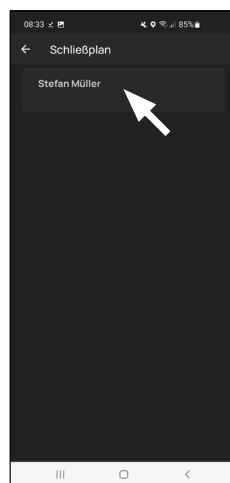

Abb. 2
- 3 Tippen Sie auf Ihren Benutzernamen, bzw. auf den ersten Benutzer, sofern Sie mehr als einen angelegt haben. (Abb. 2).